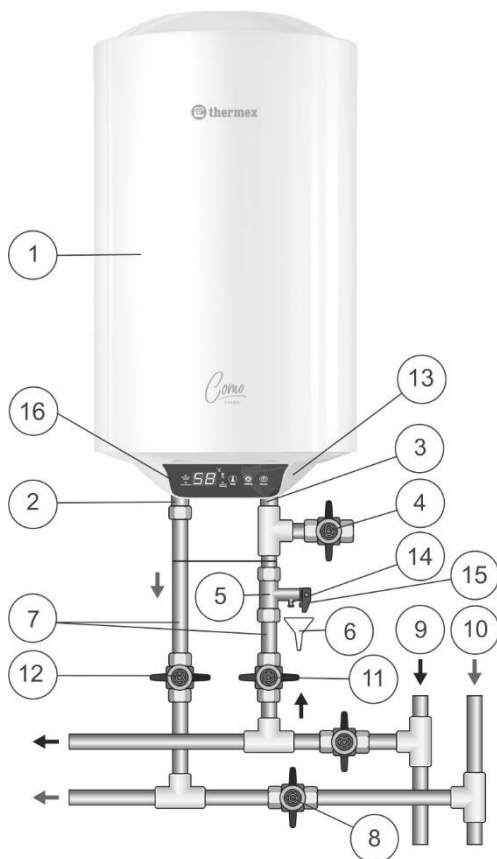

Fig. 1. Schema del collegamento idraulico dello scaldacqua
È indispensabile provvedere regolarmente (minimo una volta al mese) allo scarico di una porzione piccola dell'acqua dall'attacco di scarico della valvola di sicurezza alla canalizzazione per lo scopo di pulizia del calcare e controllo di funzionalità della valvola di sicurezza. Una leva (Fig. 1, pos.15) serve per aprire la valvola di sicurezza. Occorre assicurare che durante il funzionamento dello scaldacqua la leva suindicata sia in posizione che chiuda lo scarico dell'acqua dal serbatoio.
Montare la valvola di sicurezza (Fig. 1, pos.5) all'entrata dell'acqua fredda (Fig. 1, pos.3), un raccordo con anello di colore blu, a 3,5-4 giri assicurando la tenuta idraulica del collegamento con qualsiasi materiale di guarnizione (lino, nastro Teflon, etc.).
Il collegamento idraulico si effettua secondo le indicazioni riportate sulla Fig. 1 esclusivamente a mezzo dei tubi di rame, tubi multistrato di tipo «M-pipes» (costituite da strati polimerici e metallici) o di plastica oppure dei raccordi flessibili idraulici. È vietato l'utilizzo dei raccordi flessibili idraulici già usati. Si consiglia di alimentare lo scaldacqua con l'uso di filtro defangatore montato sulla tubazione di acqua fredda (non in dotazione).
Fig. 1: 1 – Scaldacqua, 2 – raccordo per l’uscita dell’acqua calda, 3 – raccordo per l’entrata dell’acqua fredda, 4 – rubinetto di scarico (non in dotazione), 5 – valvola di sicurezza, 6 – scarico alla canalizzazione (non in dotazione), 7 – tubi di alimentazione, 8 – chiudere il rubinetto quando lo scaldacqua è in uso, 9 – tubo di acqua fredda, 10 – tubo di acqua calda, 11 – rubinetto dell’alimentazione di acqua fredda, 12 – rubinetto dell’uscita di acqua calda, 13 – calotta di protezione, 14 – attacco di scarico della valvola di sicurezza, 15 – leva di apertura della valvola di sicurezza, 16 – pannello di comando.
NB: per facilitare la manutenzione dello scaldacqua durante il suo uso si consiglia d'installare il rubinetto di scarico (Fig. 1, pos.4) in conformità alle indicazioni fornite sulla Fig. 1 (per i modelli non dotati del raccordo di scarico (non è in dotazione)).